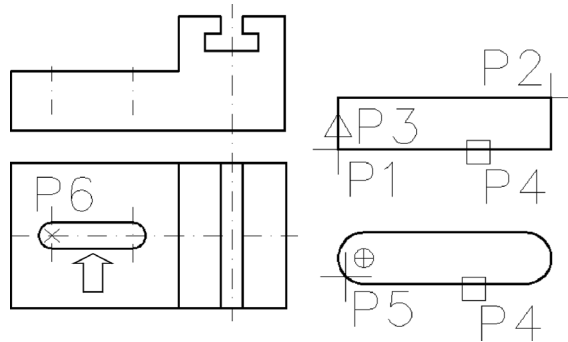

Fig. 6.8 Exercițiul 6.3 – pasul 5
- Pasul 5. Se construiește profilul găurii alungite din proiecția orizontală, ca în Fig. 6.8. Pentru aceasta, se desenează inițial un dreptunghi, ale cărui colțuri vor fi apoi rotunjite prin arce de cerc de raze egale cu jumătatea lățimii dreptunghiului. Construcția este prezentată alăturat proiecției, la o scară mărită.